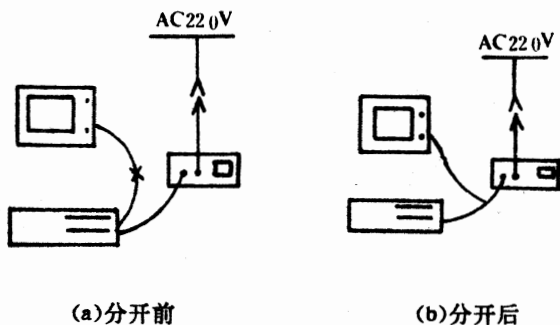

图 4-3 显示器与主机电源分开
1. 把彩色显示器和主机之间的电源联线分开,如图 4-3,把它们并联在交流稳压电源上。开机时,先开彩色显示器,然后再开主机电源开关,这样彩色显示器开机时的冲击电流就不会影响到计算机了。